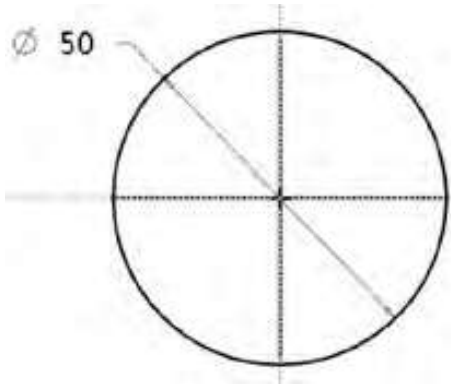

图4-2 绘制截面
Step 08 以原点为圆心，绘制一个圆，设置直径为 $\phi 50\text{mm}$ ，如图4-2所示。